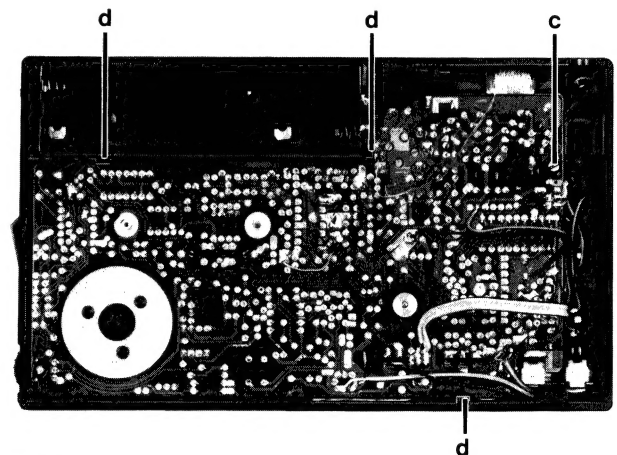

Bild 4
5. HF-NF-Leiterplatte ausbauen (Bild 4)